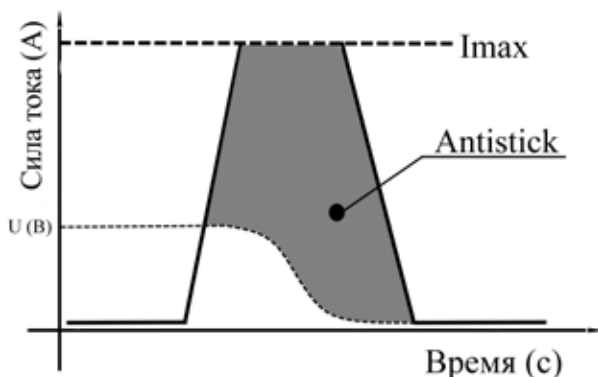

Рис. 7.4. Antistick.
**Antistick** - данная функция устраняет прилипание электрода к изделию. Аппарат автоматически снижает ток до минимального, чтобы не допустить перегрев электрода (см. рисунок 7.4).